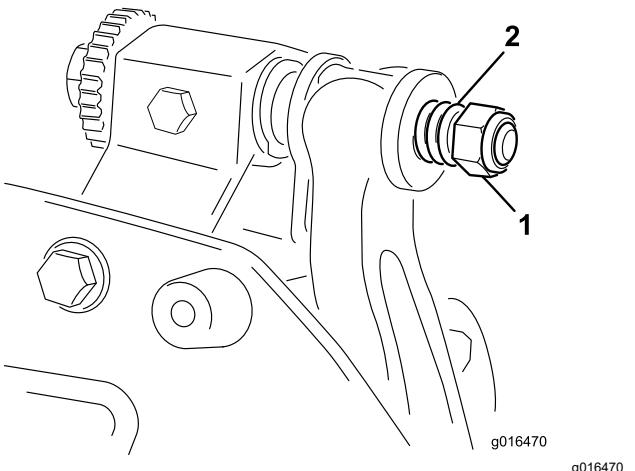

Figura 22
6. Apriete la tuerca de tensado del muelle hasta que el muelle esté comprimido del todo, luego aflojela 1/2 vuelta (Figura 22).